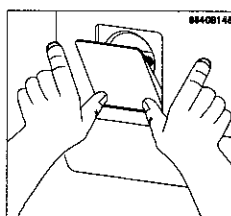

Abb.6
a. - Öffnen Sie bitte die Klapptür (Abb.6).
- Wenn Sie das Gerät in einen Schrank einbauen wollen, haben Sie die Möglichkeit, die Querstange, die die Schläuche auf der Rückseite des Gerätes befestigt, zu kürzen (Abb.6).